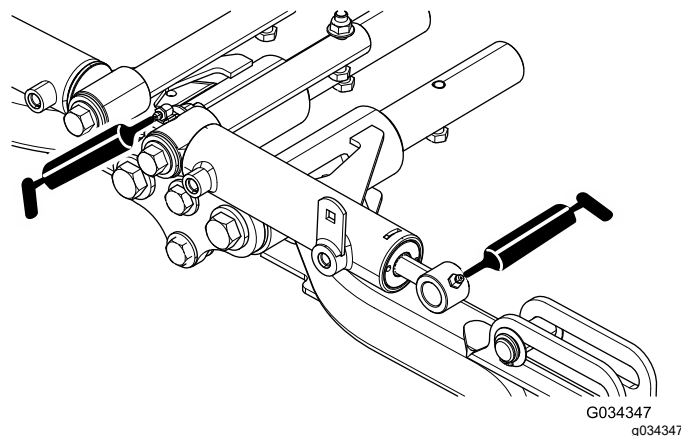

Figure 46
- Pivots de bras de levage avant et vérins de levage (3 chacun) ; voir Figure 46.